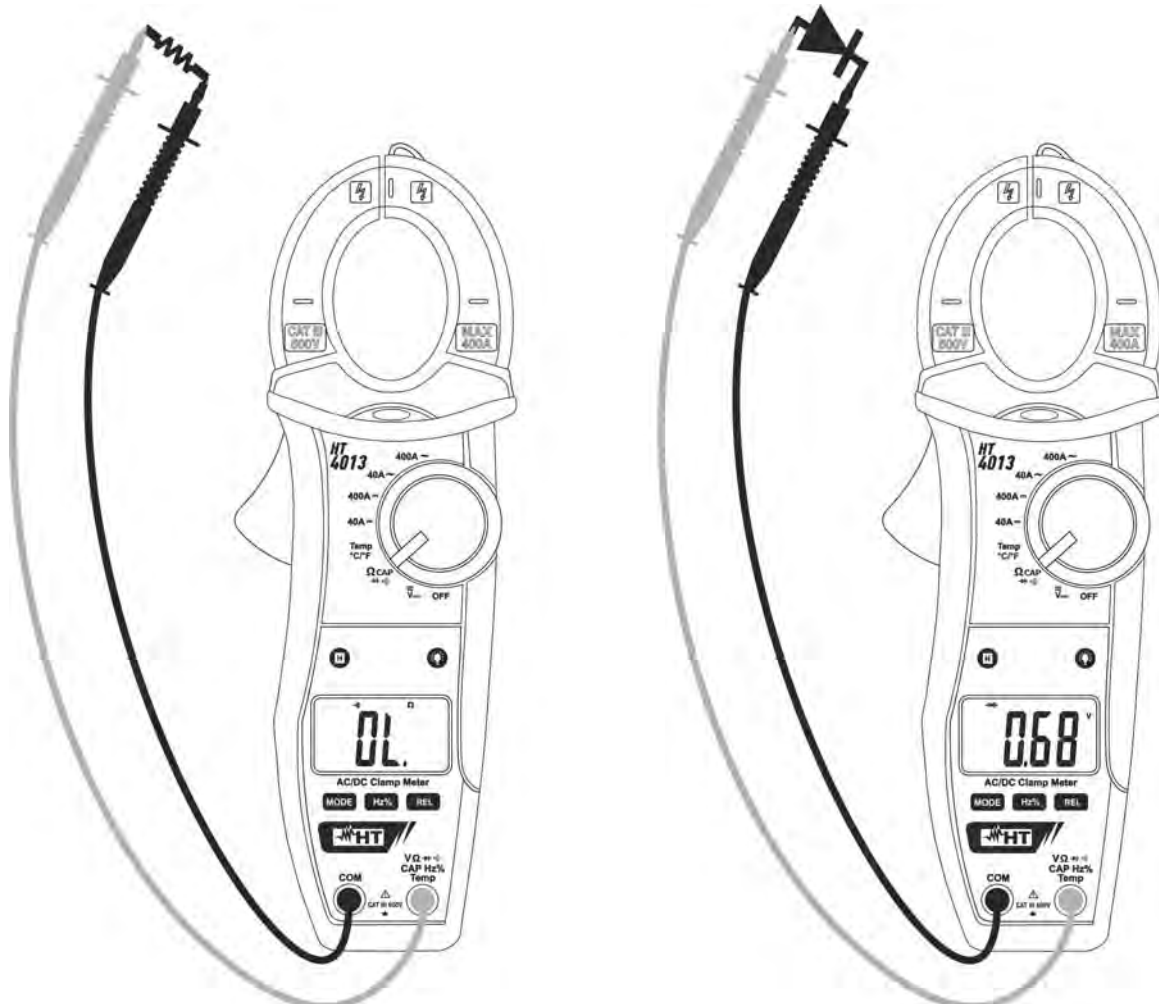

Abb. 7: Verwendung der Zange für Durchgangstest und Dioden-Test
3. Verbinden Sie die rote Messleitung mit der **V $\Omega \rightarrow \rightarrow$  CAP Hz % Temp** Eingangsbuchse, und die schwarze Messleitung mit der **COM** Eingangsbuchse und führen Sie den Durchgangstest des zu messenden Objekts durch (siehe Abb. 7 – linke Seite). Der Summer ertönt, wenn der Wert des gemessenen Widerstands niedriger als 150 ist.  $\Omega$
5. Verbinden Sie die rote Messleitung mit der Anode und die schwarze Messleitung mit der Kathode der Diode bei der Messung von direkter Polarisierung (siehe Abb. 7 – rechte Seite). Bei der Messung von umgekehrter Polarisierung wechseln Sie die Messleitungen aus.